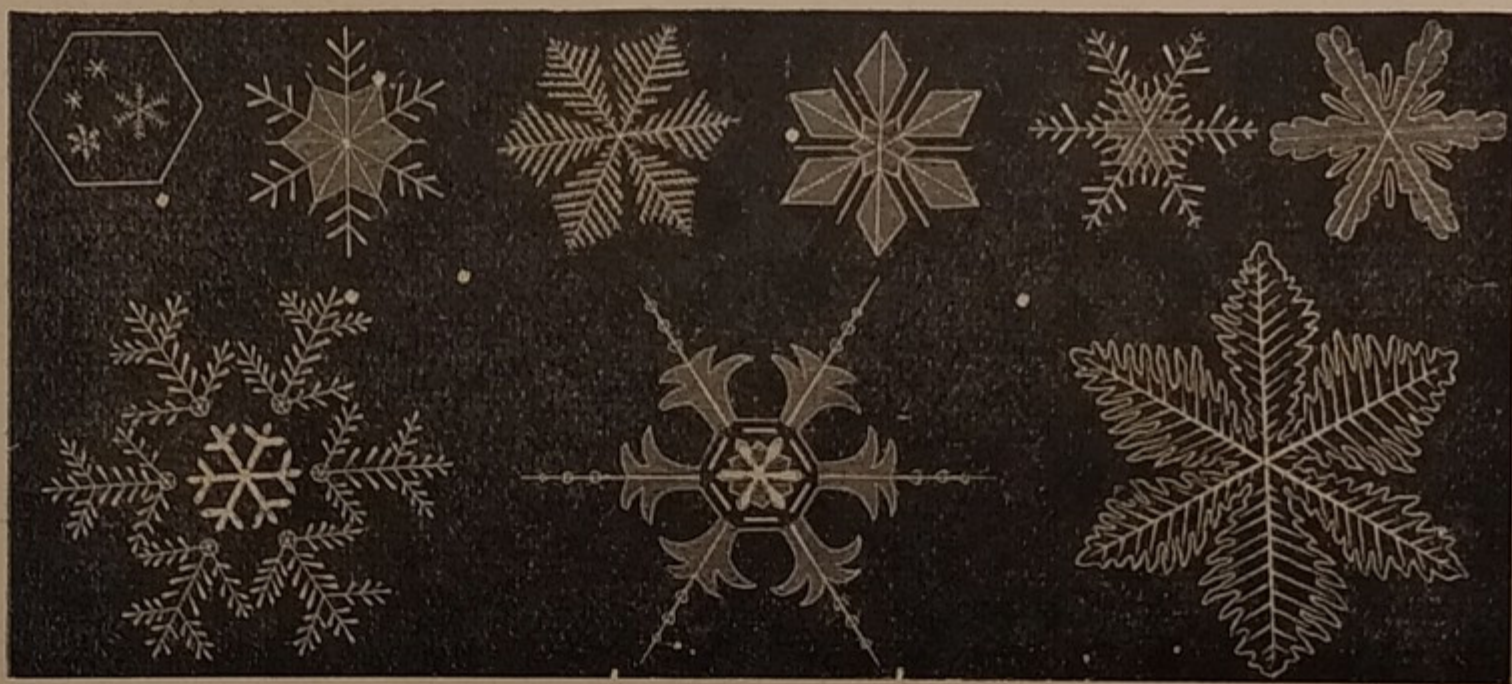

Fig. 159. — Cristalli di neve.
**Neve.** — Si forma quando la temperatura è inferiore a  $0^{\circ}$  e l'aria è tranquilla: in tali condizioni l'acqua può *cristallizzare* (fig. 159). Vedremo nel paragrafo 130 il significato di questa parola.